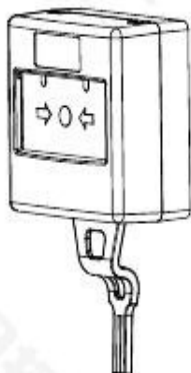

图 3
1. 用钥匙分开底座（见图 3）。将钥匙保存在安全的地方。
1. 用钥匙分开底座（见图 3）。